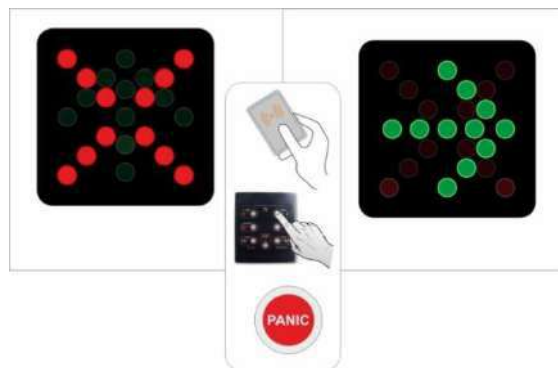

Рис. 4 -. Отображения статуса работы турникета на табло индикации
1.4.1.1 Корпус турникета представляет собой металлическую конструкцию, которая своей опорой **10** (см. *Рис.1*) монтируется на ровную поверхность с помощью анкеров Redibolt. Статус турникета отображают платы индикации **2**, вмонтированные в корпус изделия. Постоянно светящаяся красная индикация означает исходное состояние турникета (см.*Рис.4*): проход через турникет заблокирован в обе стороны.